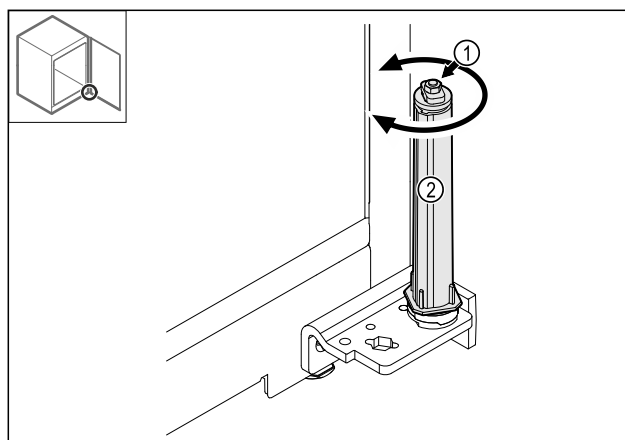

Fig. 40
- Ne razstavlajte vijačne povezave Fig. 40 (1) sistema za zaklepanje.
- Obrčajte sistem za zaklepanje Fig. 40 (2), dokler ne klikne.